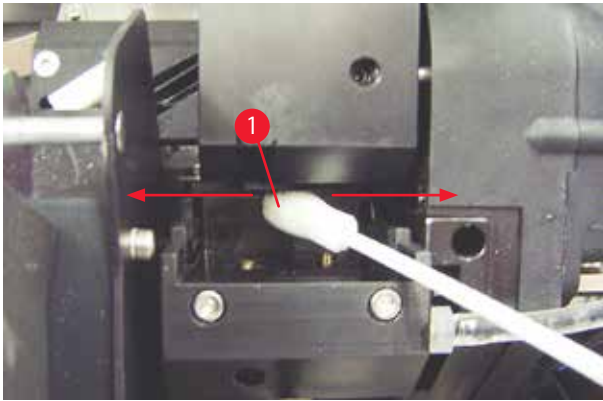

图 51
5. 小心地将棉签插入到打印头下的间隙中 (→"图 51")。轻轻向上用一点力 (在打印头上), 用棉签来回擦拭 (约 10 次)。该步骤可去除干燥的残余油墨。